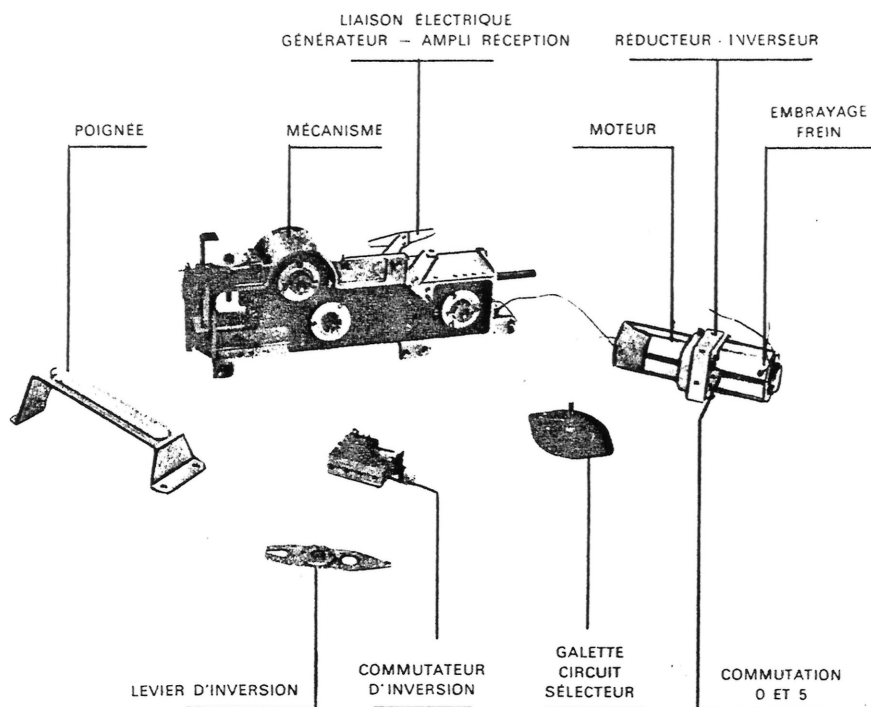

Figure 9 - Mécanisme démonté
### Réducteur-Inverseur (Fig. 9)
- Pour retirer le noyau mobile de l'embrayage, retirer le circlips placé côté carter intermédiaire et extraire le noyau du côté opposé (Fig. 9)
#### DEMONTAGE DE LA COMMANDE D'INVERSION DE FIN DE COURSE (Fig. 9)